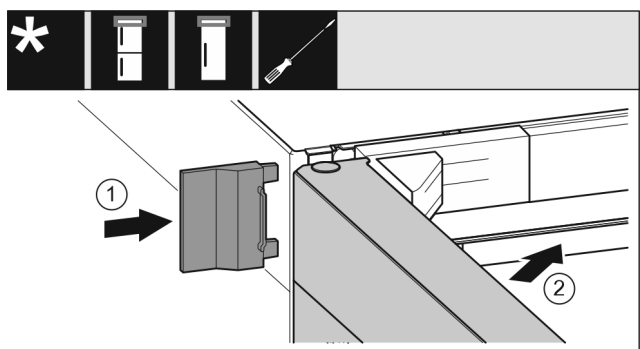

Fig. 23
- ▶ Natakните vanjski poklopac Fig. 23 (1).
- ▶ Zatvorite gornja vrata Fig. 23 (2).